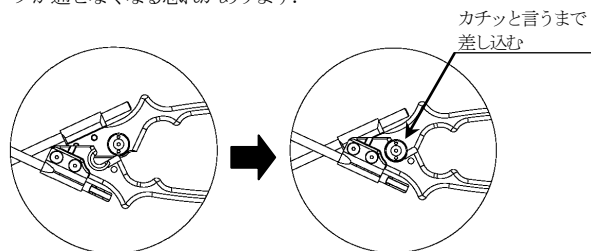
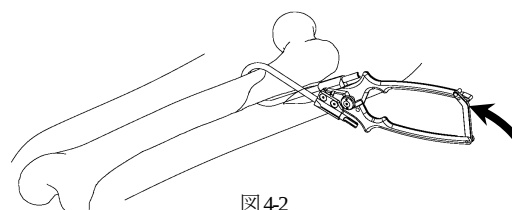

図4-1
図4-2
- 4) パッサーの溝にもう一方のパッサーを合わせて差し込み(図4-1)、両方のパッサーのパイプ先端が重なるように鉗子を閉じ、持ち手が開かないようロックをかけます(図4-2)。